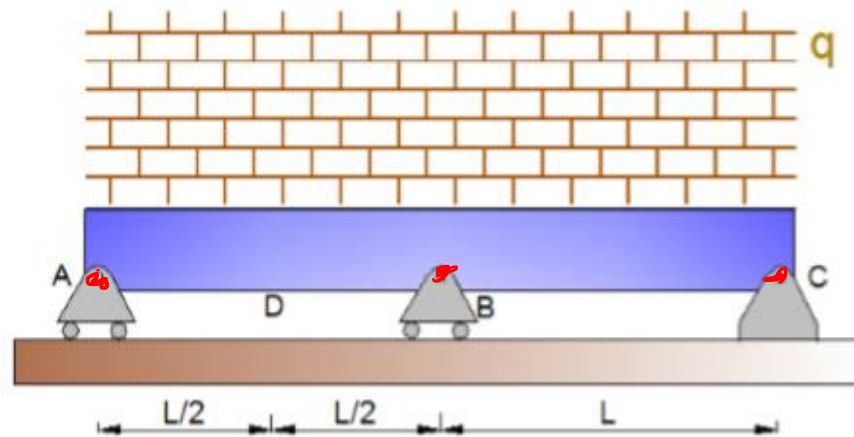

Figura 3.49 - Viga hiperestática com dois tramos sujeita a carga distribuída.
3.6.29) Para a viga hiperestática da figura 3.49, obter: